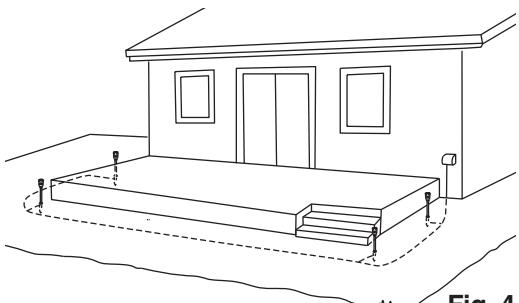

Fig. 4
1. Pase los 65 pies (20 m) de cable de bajo voltaje (conectado al controlador) alrededor del perímetro del área de protección deseada. (Fig. 4)